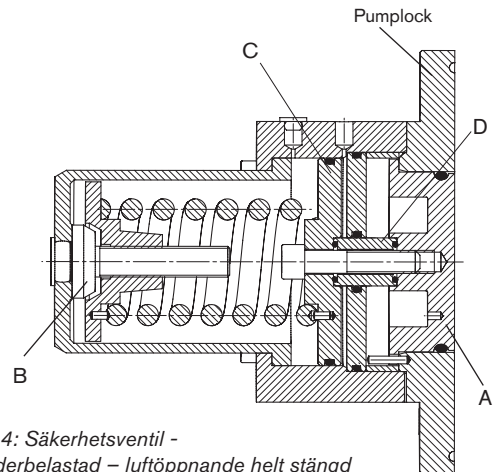

Fig 4: Säkerhetsventil - Fjäderbelastad – luftöppnande helt stängd
Fig. 4 och 5 återger konstruktionen hos den fjäderbelastade säkerhetsventilen – med luftöppnande. Ventilhuvudet (A) utsätts för vätsketrycket i pumphuset på ena sidan och för fjäderkraften på den andra sidan. Fjädern verkar inte direkt på ventilhuvudet (A) utan via kolven (C) och distanshylsan (D).
Fig. 4 återger säkerhetsventilen i helt stängt läge. Ventilhuvudet (A) är i linje med pumphusets framsida och CIP/SIP-ventilcylindern är helt frisläppt.